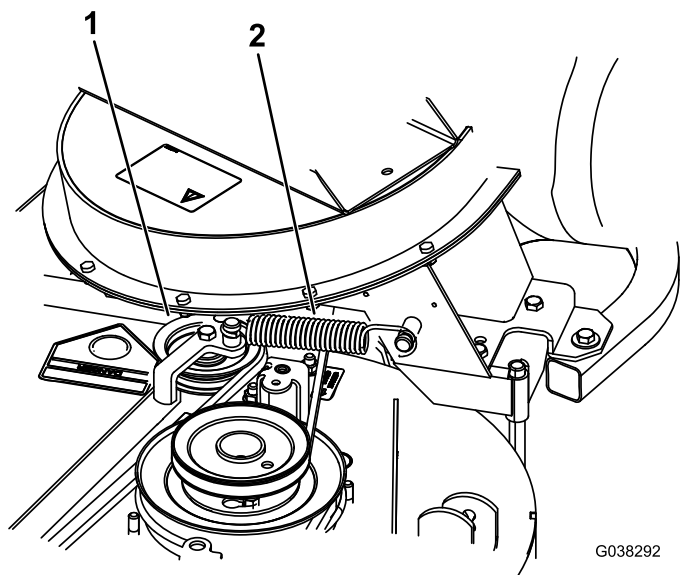

Figura 49
8. Instale el muelle como se muestra en la Figura 49.
9. Coloque la correa sobre la polea tensora tensada con muelle (Figura 49).